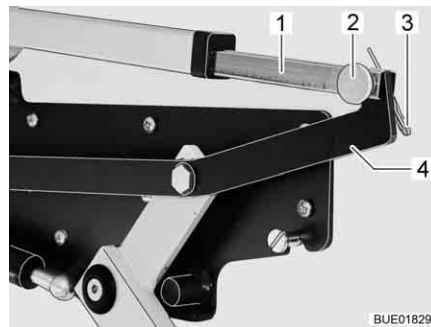

Bild 140 Drivenhet för höjbar säng
- Lossa forbindelsen mellan skjutstången (Bild 140,1) och spaken (Bild 140,4). Dra ut splint (Bild 140,3) och stift (Bild 140,2).